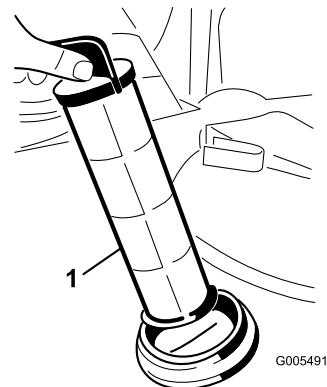

Figure 64
- Sortez la crêpine d'aspiration de l'orifice (Figure 64).